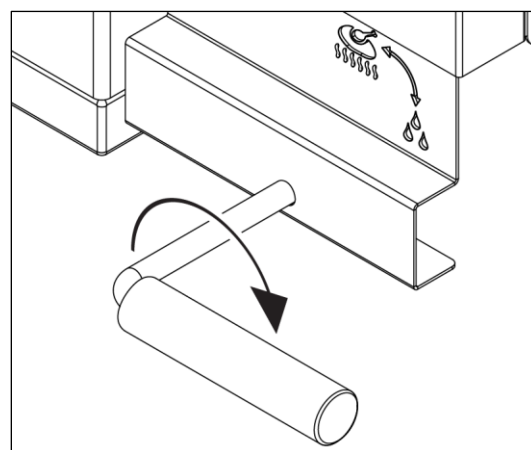

Figura 5-2
5. Rotar la válvula de drenado hacia el logo  como se muestra en la Figura 5-2.